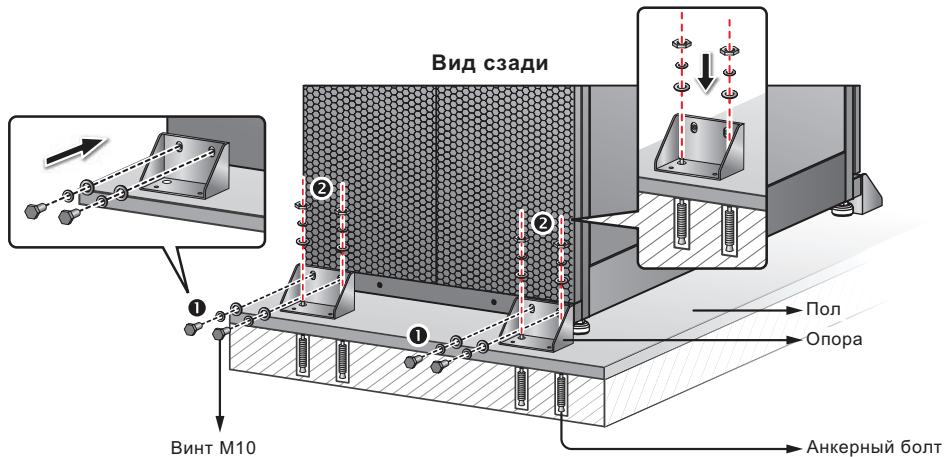

Рис. 5-3. Установка опор сзади
- 4 Торцевым ключом на 16 мм отверните 4 винта M10 ❶ и снимите с поддона две опоры, фиксировавшие ИБП при транспортировке. Прикрепите две опоры этими винтами к ИБП сзади. Для фиксации ИБП прикрепите опоры к полу анкерными болтами ❷ с гайками. Анкерные болты приобретаются отдельно. См. **Рис. 5-3**.